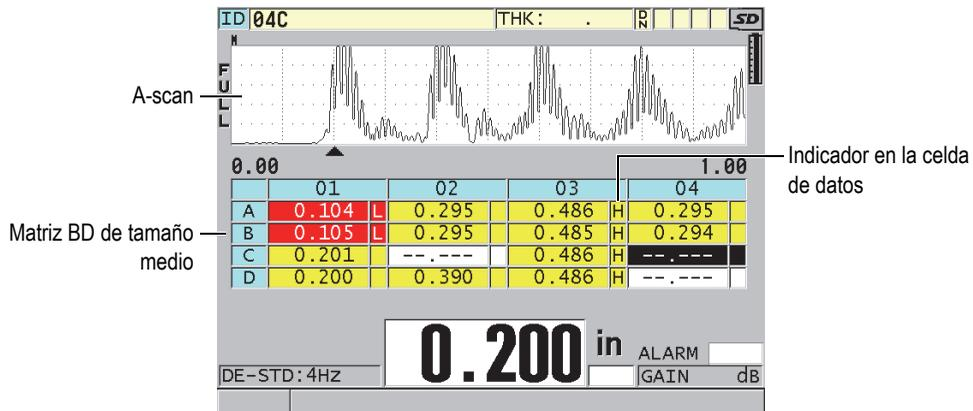

Figura 10-8 Ejemplo de una matriz BD de tamaño medio
[DB Grid] La matriz de la base de datos (matriz BD) es una tabla de representación de datos bidimensional (2D). Esta tabla permite el desplazamiento libre en cualquier dirección de la matriz, en vez de seguir una lista predefinida de números de identificación (ID). En vez de pasar automáticamente al siguiente ID, utilice las teclas de dirección para desplazar el cursor a la ubicación más conveniente. Es posible visualizar simultáneamente el A-scan, la matriz BD y la lectura del espesor (ver Figura 10-8 en la página 176). Las celdas de la matriz pueden ser configuradas para que muestren los indicadores y para que el color de fondo corresponda con el rango de espesor.
8. Determine el parámetro **INDICADOR CELDA DE DATOS** (DATA CELL FLAG) a una de las opciones disponibles para visualizar un indicador en cada celda de la matriz BD. El indicador en la celda de datos es una letra que aparece en una pequeña casilla a la derecha del valor de espesor en la matriz (ver Figura 10-8 en la página 176). Las opciones disponibles son: